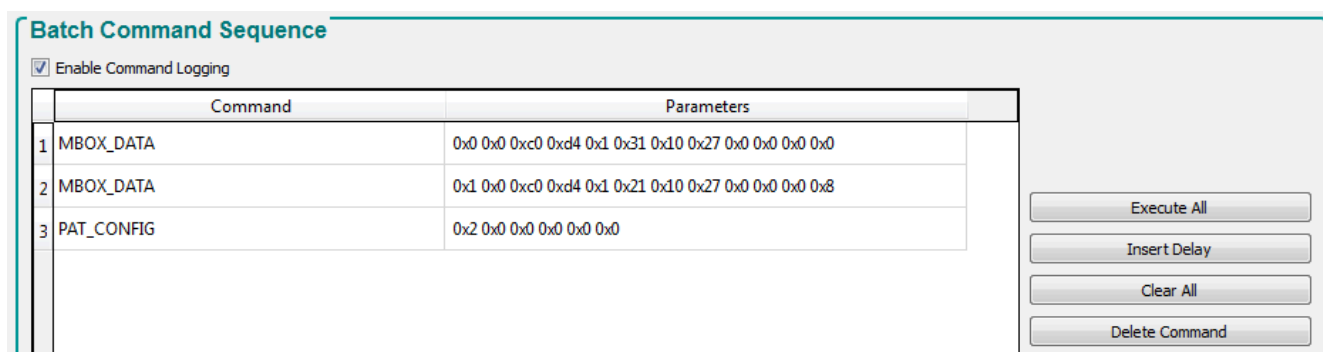
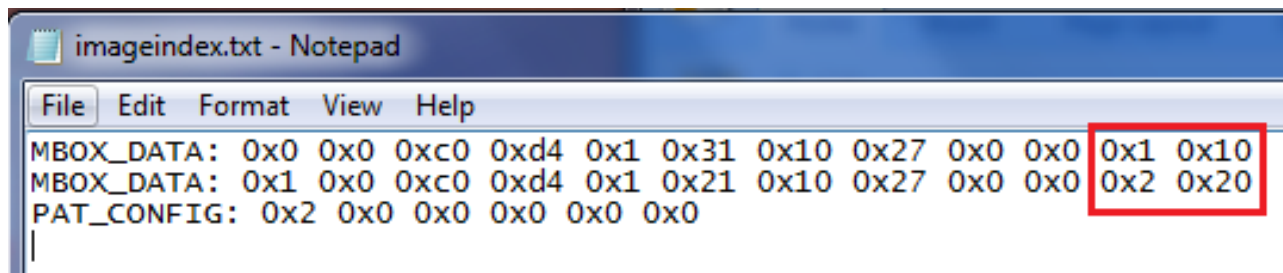

图 3-24. 图案 LUT 定义和配置
图 3-25. 更新索引和位位置
10. 图 3-24 展示了图案序列的 **Pattern LUT Definition** 和 **Configuration**。
16. 使用记事本或类似的编辑器打开并编辑步骤 11 中保存的批处理文件。该文件通常存储在 **C:\Texas Instruments-DLP\DLPC900REF-SW-5.0.0\DLPC900REF-GUI\Images and Batch files** 文件夹中的 **LCR[DMD]_Images** 文件夹内，具体取决于所使用的 DLPC900 DMD EVM。更改图像索引和位位置，如图 3-25 所示。有关图案 LUT 定义和配置命令的详细信息，请参阅 DLPC900 编程人员指南 (DLPU018)。
17. 图 3-25 展示了两种图案图像的图像索引和位位置，其中的值与图 3-24 中的值相比发生了变化。点击 **Save** 保存新的批处理文件。